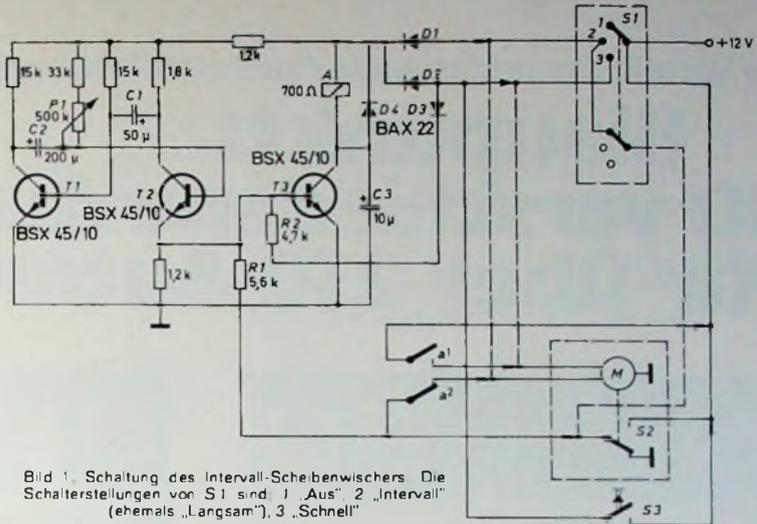

Bild 1. Schaltung des Intervall-Scheibenwischers. Die Schalterstellungen von S1 sind: 1 „Aus“, 2 „Intervall“ (ehemals „Langsam“), 3 „Schnell“.
Aus Bild 1 ist die Originalschaltung an den gestrichelten Leitungen zu erkennen, die für den Umbau entfernt werden mußten. Der eigentliche Wischermotor hat zwei Geschwindigkeitsschaltstufen und einen motorbetätigten Umschalter S2, der bei Handabschaltung während des Laufs dem Feld noch so lange eine positive Spannung zuführt, bis die Wischerherstellung erreicht ist; dann schaltet S2 um und legt die eine Wicklung an Masse, wodurch der Motor gebremst wird.
Im Bild 1 sind die notwendigen Schaltungsänderungen durch Linien mit Pfeilen und gestrichelte Linien gekennzeichnet. Zur Motorsteuerung wurde ein Kammrelais (Kontaktbelastbarkeit 5 A) mit einem Arbeits- und einem Ruhekontakt eingesetzt. Die Schaltung besteht aus einem Taktgeber T1, T2 mit einer nachfolgenden Schaltstufe T3. In der Stellung „Intervall“ (2) von S1 wird dem Taktgeber T1, T2 und dem Schalttransistor T3 die Versorgungsspannung über die Dioden D1, D2 zugeführt; die vom Taktgeber erzeugten Impulse schalten T3 durch, das Relais zieht an, und dem Motor wird über den Kontakt a1 Spannung zugeführt C2 und P1 bestimmen das Zeitintervall (1...25 s) bzw. die Pause, in der keine Impulse an die Basis von T3 gelangen und das Relais abfällt. In der Stellung „Schnell“ (3) wird T3 unabhängig vom Taktgeber über D3 durchgeschaltet, das Relais zieht an, und der Motor läuft, bis das Relais bei Umschaltung von S1 auf „Aus“ (1) abfällt.